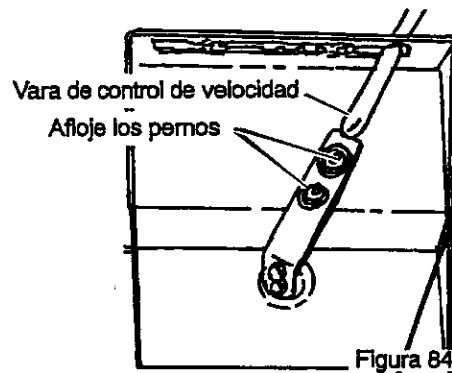

Figura 84
2. Afloje los pernos en la vara de control de velocidad (Figura 84).
4. Apriete los pernos que hay en la vara de control de velocidad (Figura 84).